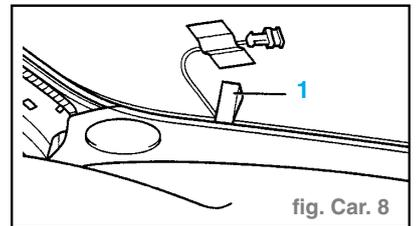

fig. Car. 8
- À cet effet, introduire une cale en matière plastique (1) entre le câble de raccord et le tableau de bord. (fig. Car. 8)